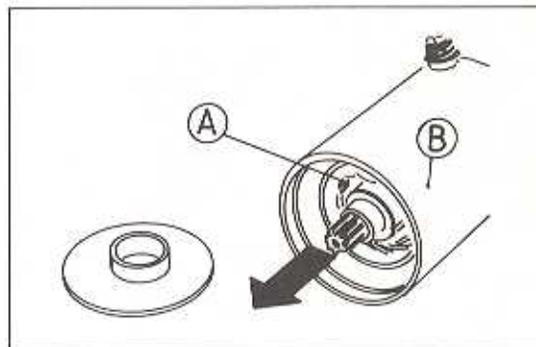

Bild 288
- Den Anker aus dem Gehäuse nehmen (Bild 288).